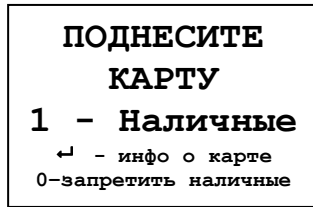

Рисунок 5
8.2 Когда терминал готов к работе на дисплее отображается основной экран с приглашением выбора режима (рисунок 5) – это свободное состояние терминала.